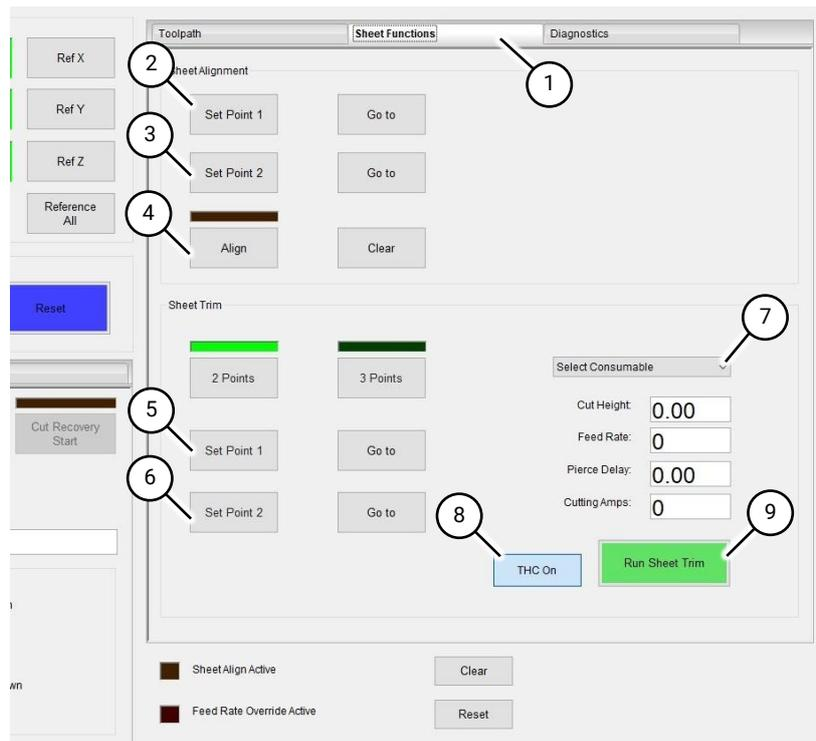

Fig 87 Fonctions de la Plaque
2.1 Sélectionnez l'onglet Fonctions de la Plaque (Fig 87 (1)).
2.3 Appuyez sur le bouton Set Point 1 (Fig 87 (2)). Une boîte de message confirme que le point d'alignement des plaques a été enregistré.
2.5 Appuyez sur la touche Set Point 2 (Fig 87 (3)). Une boîte de message confirme que le point d'alignement des plaques a été enregistré.
2.6 Appuyez sur le bouton Aligner pour régler l'alignement des plaques (Fig 87 (4)).
1.3 Sélectionnez "Set Point 1" (Fig 87 (5))
1.5 Sélectionner "Set Point 2" (Fig 87 (6))
- 1.10 Ouvrez le menu déroulant des consommables (Fig 87 (7)) et sélectionnez le consommable qui sera utilisé pour la découpe.
- 1.12 Le réglage de la hauteur du chalumeau peut être activé ou désactivé à l'aide du bouton "THC On/Off" (Fig 87 (8)).
- 1.13 Appuyez sur le bouton "Run Sheet Trim" (Fig 87 (9)) pour démarrer le processus de découpe.